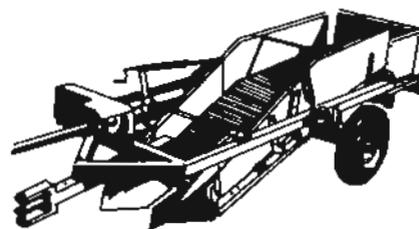

Fig. 2
*CASO II - SACADORA DE TIRO (fig. 2)*